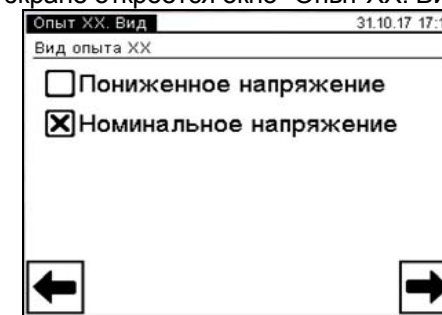

Рисунок 6.51
6) Начать опыт XX, для чего в окне "Главное меню" нажать на кнопку . На экране откроется окно "Опыт XX. Вид" (рисунок 6.51).